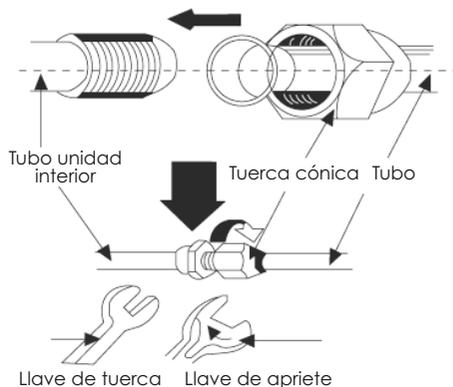

Fig. 9
3. Cuelgue por las ranuras de montaje de la unidad interior en las pestañas superiores del panel trasero y compruebe si está bien sujeto (Fig. 9).